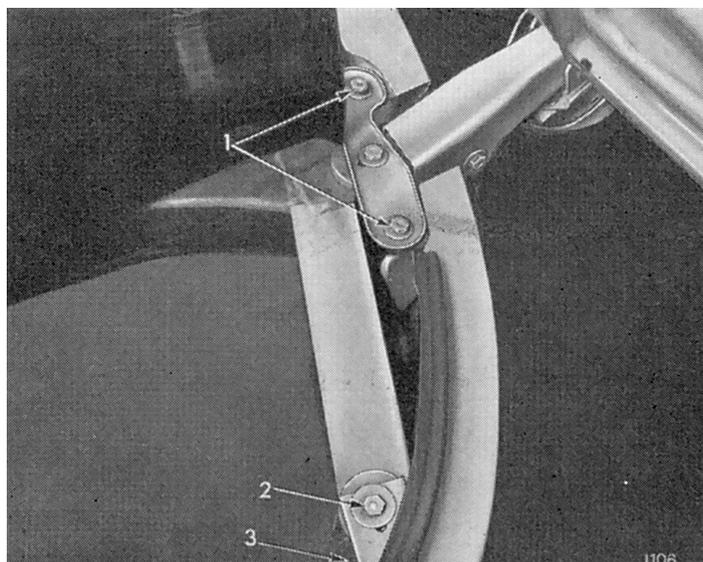

Fig. 18. Fixations de jupe avant (Spitfire Mk. 3)
Retirer les boulons (1), (2) et (3) (Fig. 18) de chaque côté du radiateur.